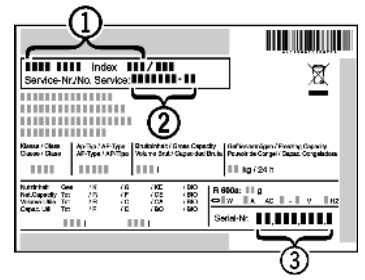

Fig. 18
- Relever la désignation de l'appareil Fig. 18 (1), le n° de service Fig. 18 (2) et le n° de série Fig. 18 (3) sur la plaquette signalétique. Cette plaquette se trouve sur la paroi intérieure gauche de l'appareil.
- Informer le S.A.V. et lui communiquer la panne, la désignation de l'appareil Fig. 18 (1), le n° de service Fig. 18 (2) et le n° de série Fig. 18 (3).